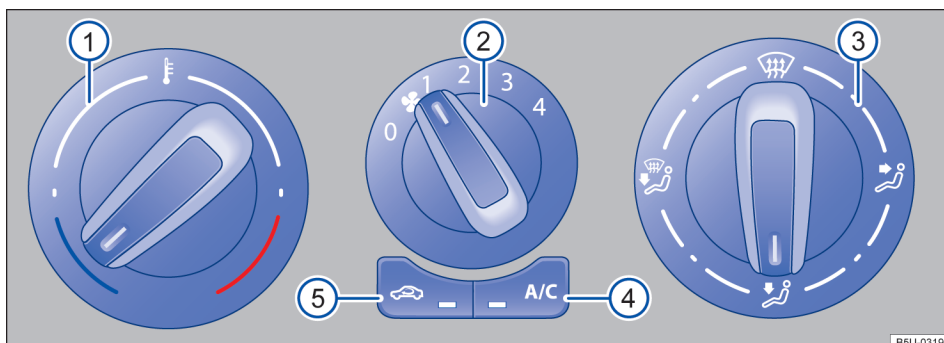

Fig. 75 Mandos del aire acondicionado.
- *Aire acondicionado*: girar el regulador del ventilador al nivel 0 → fig. 75 ②.
- *Aire acondicionado*: girar el regulador giratorio izquierdo → fig. 75 ① para regular la respectiva temperatura.
- *Aire acondicionado*: girar el regulador del ventilador → fig. 75 ②.
En modo de recirculación de aire, el aire externo se ve impedido de llegar al interior del vehículo → fig. 75.
- *Aire acondicionado*: girar el regulador de la derecha → fig. 75 ③ a la posición deseada.